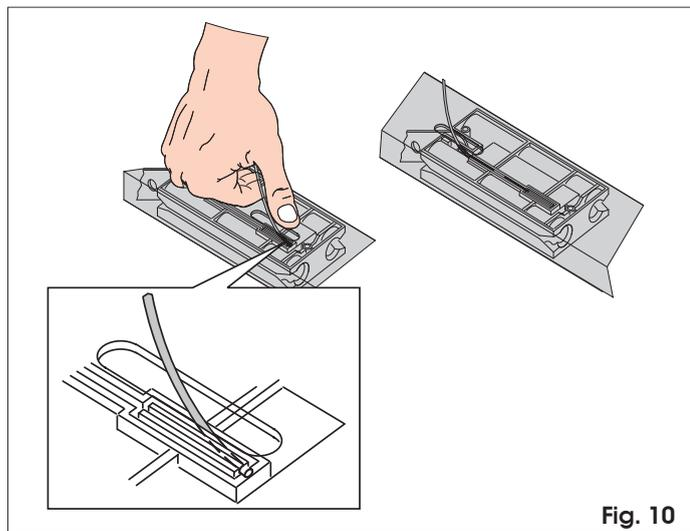

Fig. 10
- 2) Das Ende des Drahts in die entsprechende rote Aufnahme einziehen (Abb. 10).